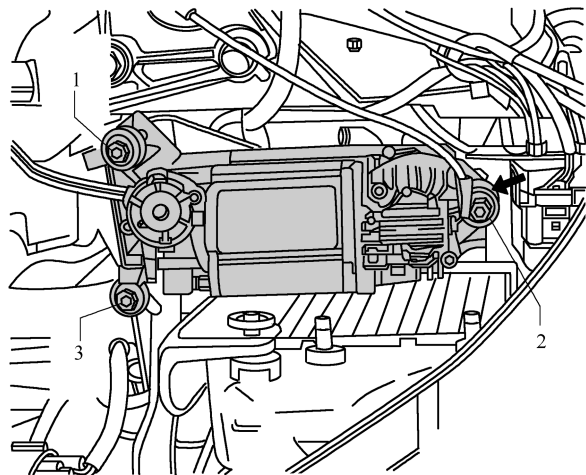

图 4-2-22 供气装置的取出示意图
- 6) 拧下螺母 1、2 和 3，然后取出供气装置，如图 4-2-22 所示。
2) 不带凸肩(箭头)的轴套 B 安装在汽车外侧的螺母 2 处, 如图 4-2-22 所示。